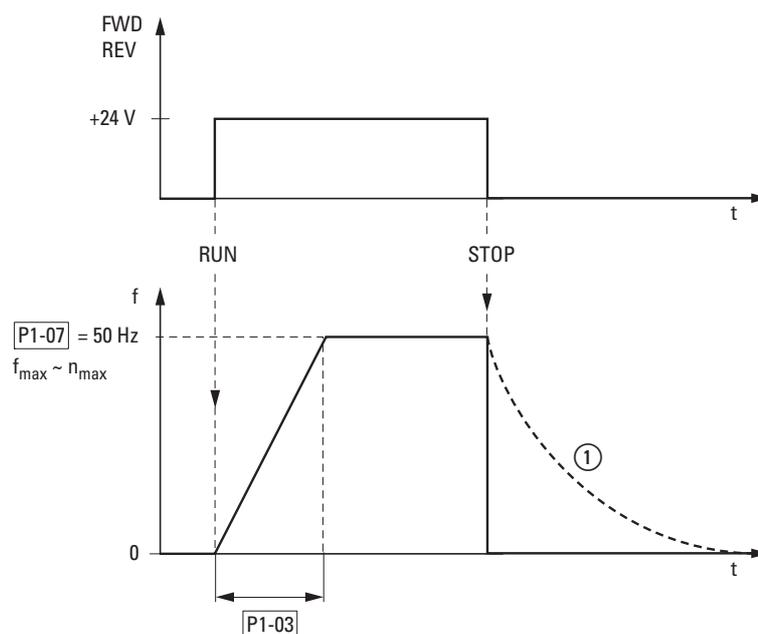

Figura 95: Comando di avvio/arresto alla massima tensione di riferimento
La figura 95 riporta un esempio dell'andamento nel caso in cui il segnale di abilitazione (FWD/REV) viene collegato e la tensione di riferimento massima (+10 V) è presente. La velocità di rotazione del motore segue la frequenza d'uscita, sulla base del momento di carico e di inerzia (slittamento), da zero a  $n_{max}$ . Se durante il funzionamento il segnale di abilitazione (FWD, REV) viene disinserito, l'invertitore viene bloccato immediatamente (STOP) e la frequenza di uscita viene impostata a zero. Il motore si ferma senza essere controllato (vedere ① in figura 95). Il tempo di accelerazione viene impostato nel parametro P1-03.